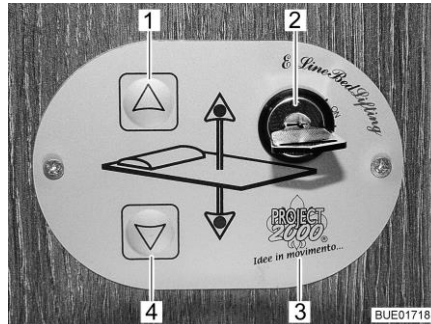

Fig. 141 Elemento di regolazione
È possibile abbassare o alzare il letto basculante tramite i tasti (Fig. 141,1 e 4) presenti sull'elemento di regolazione (Fig. 141,3). L'elemento di regolazione viene bloccato tramite l'interruttore a chiave (Fig. 141,2) per evitarne l'utilizzo accidentale.
- Ruotare la chiave dell'interruttore a chiave (Fig. 141,2) di 90° in senso orario, fino a raggiungere la posizione "On". L'elemento di regolazione (Fig. 141,3) è attivato.
- Premere il tasto freccia (Fig. 141,4) e tenerlo premuto fino a quando il letto basculante raggiunge la posizione desiderata in basso.
- Premere il tasto freccia (Fig. 141,1) e tenerlo premuto fino a quando il letto basculante raggiunge la posizione finale in alto.
Se non si riesce più a spostare il letto basculante con i tasti freccia (Fig. 141,1 e 4), controllare per prima cosa i fusibili (vedi paragrafo 9.12.1). Se i fusibili sono a posto e ciononostante non si riesce a spostare il letto basculante, è possibile muoverlo manualmente.